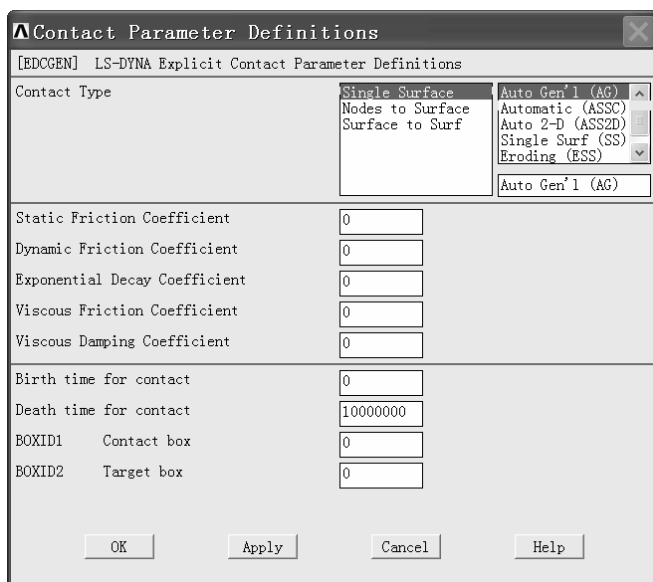

图 3-184 “Contact Parameter Definitions” 窗口
(1) 依次选择 Main Menu>Preprocessor>LS-DYNA Options>Contact>Define Contact, 弹出“Contact Parameter Definitions”窗口(见图 3-184)。